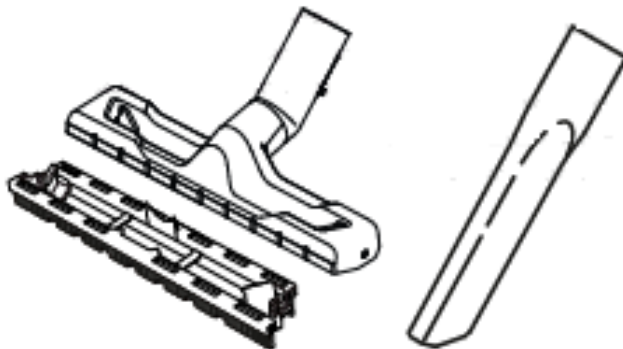

Рисунок 10. Повітряні насадки різного призначення.
3. Використовувати змінні насадки за призначенням: комбіновану – для загального прибирання поверхонь; щілинну – для важкодоступних місць або обробки поверхонь струменем повітря (рис. 10).